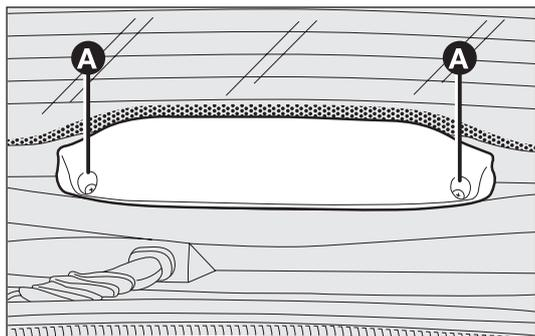

fig. 157
- afloje los dos tornillos A-fig. 157 y retire todo el recubrimiento;